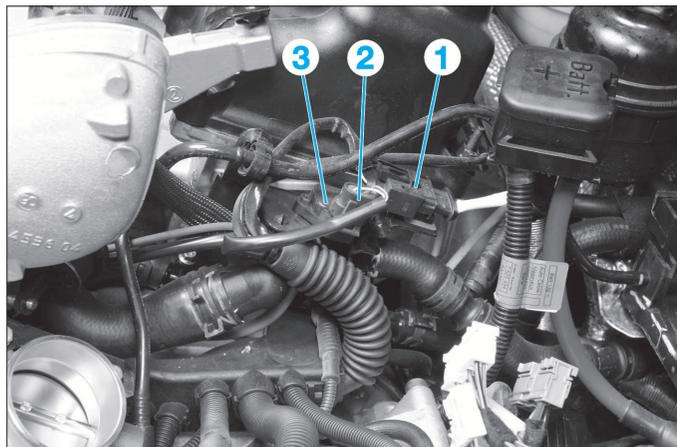

FIG. 3
- Débrancher le tuyau à dépression (1) du boîtier papillon.
- Déposer les 4 vis de fixation (3) puis le boîtier papillon (4).
- Déconnecter les connecteurs (1) de sonde lambda et (2) du capteur de pression d'admission (Fig.3).